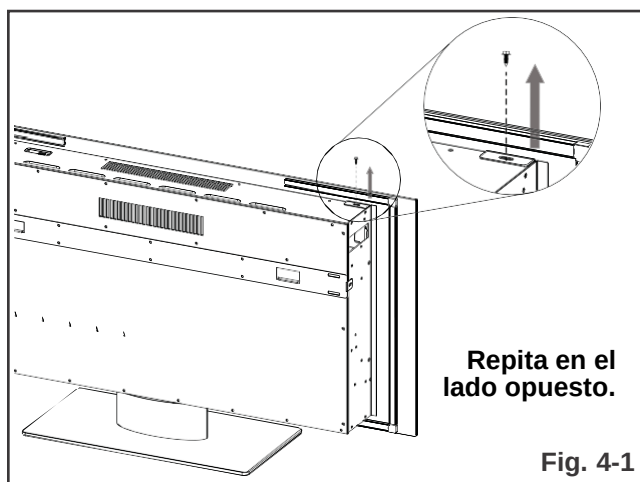

Fig. 4-1
- Con una mano sobre el cristal frontal para evitar que se caiga, retire los dos tornillos (1 por lado) de la parte superior del dispositivo (**Fig. 4-1**). Deje los tornillos a un lado.